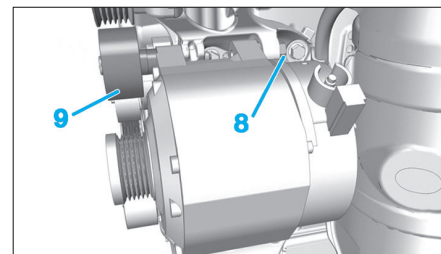

Fig. 4
- Desserrer la vis (8) de fixation supérieure de trois tours (Fig.4).
- Déposer le galet enrouleur supérieur (9).